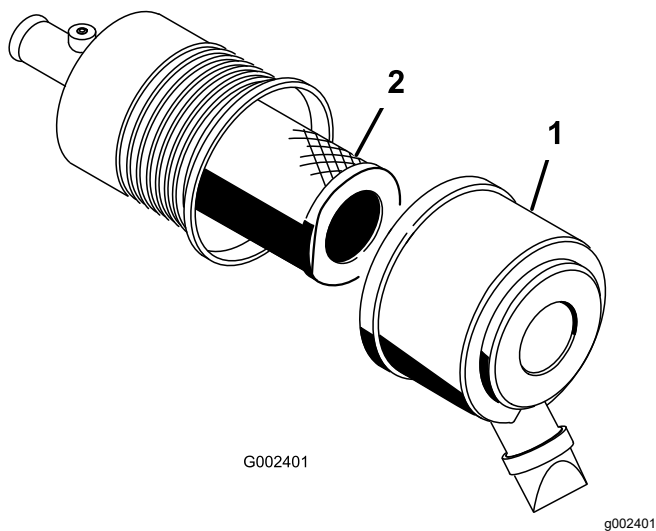

Figura 84
1. Rilasciate i dispositivi di fermo del filtro dell'aria e togliete il coperchio dal corpo del filtro (Figura 84).
3. Estraete con cautela il filtro dal corpo del filtro dell'aria (Figura 84).
5. Montate con cautela il filtro sul tubo del corpo (Figura 84).
6. Montate il coperchio del filtro dell'aria con il lato rivolto in alto, quindi fissate i dispositivi di fermo (Figura 84).